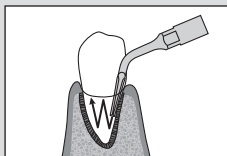

Fig. 3
- Mova não apenas nas direções mesiodistais e bucolinguais, mas também para cima e para baixo como se estivesse a fornecer água à extremidade (bombagem ligeira). Neste momento, preste atenção ao alcance da injeção de água (Fig. 3).